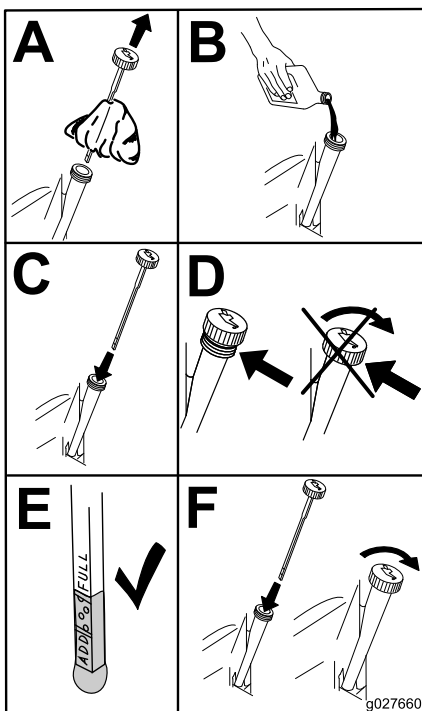

Figure 51
4. Versez lentement environ 80 % de l'huile spécifiée dans le tube de remplissage, puis faites l'appoint lentement jusqu'à ce que le niveau atteigne le repère maximum (Full) (Figure 51).